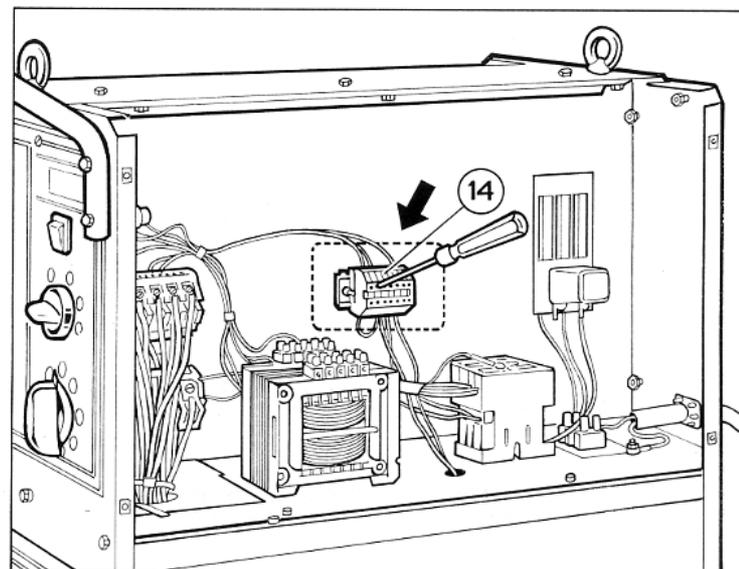

Fig.5
ATENCIÓN: el hilo amarillo-verde del cable red de la soldadora debe estar siempre enlazado al conductor de protección (tierra de la instalación). El hilo amarillo-verde NUNCA debe hallarse aparejado a otro hilo de fase (negro-marrón o azul) para una relevación de tensión. En las versiones que llevan indicadas, sobre la tarjeta características, dos tensiones diferentes de alimentación es posible invertir las mismas actuando sobre la caja de bornes (14), como indicado en la fig.5 y respetando las instrucciones que hallaréis al interno de la máquina. Para acceder al cambio tensión es necesario desmontar el panel (18).